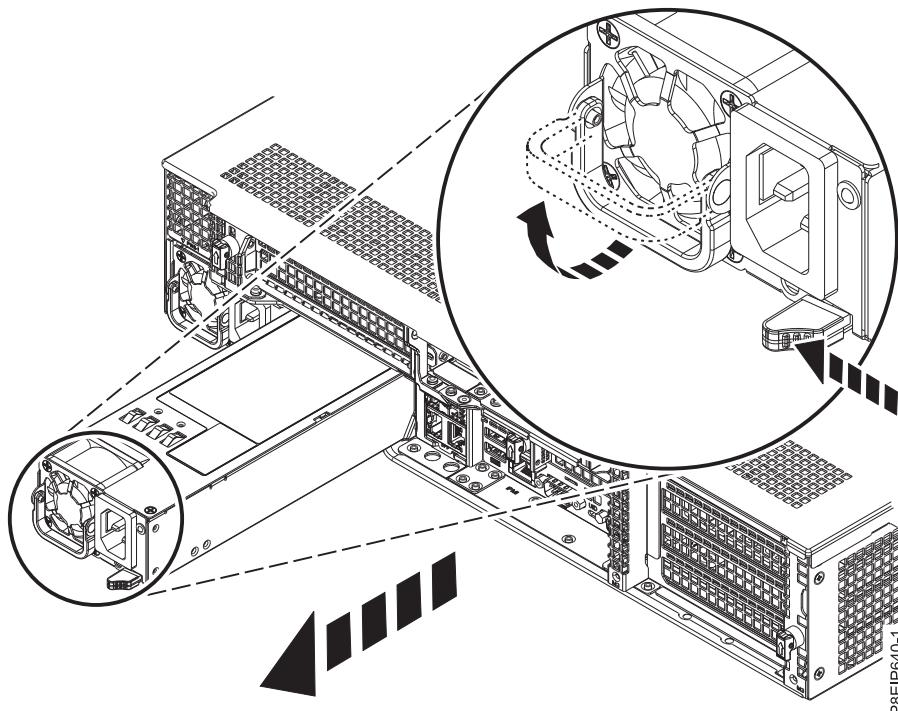

図 80. システムから電源装置を取り外す
- システム内の所定の位置から電源装置を取り外すには、ロッキング・タブを左方に押します (図 80 を参照)。